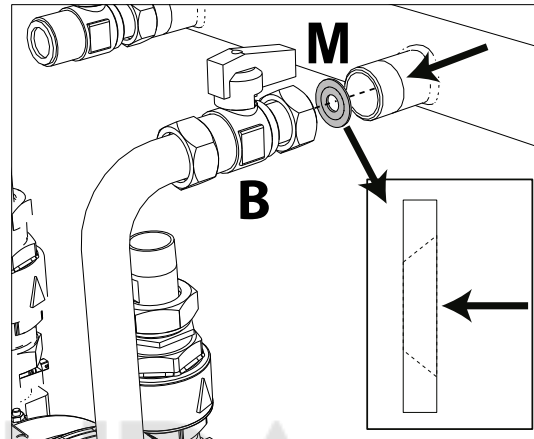

рис. 69- Форсунка для использования со сжиженным газом
8. В случае **переоборудования на сжиженный газ** необходимо вставить форсунку «M» между клапаном «B» и газовым коллектором (рис. 69).
ВНИМАНИЕ: форсунку «M» (см. рис. 69) **нельзя** вставлять, если агрегат работает на **природном газе**.